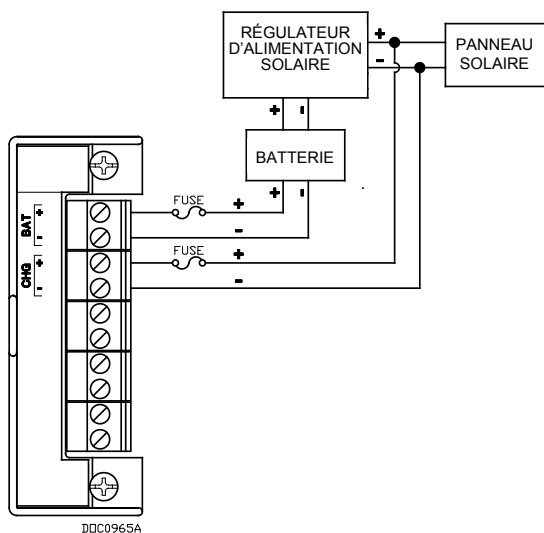

Figure 6. Alimentation 12 Vcc et câblage CHG+/CHG-
- Pour contrôler une tension de charge externe (module d'alimentation 12 Vcc en entrée uniquement), câblez les connecteurs de bornier CHG+ et CHG-. Reportez-vous à la Figure 6.